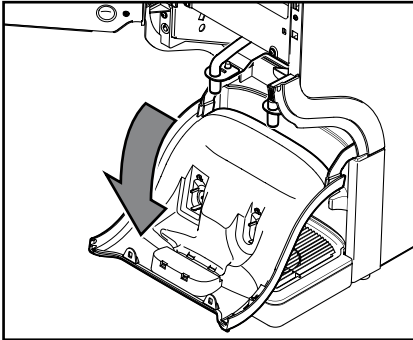

Fig. 36
- b. Træk udløbsafdækningen ned (fig. 36).